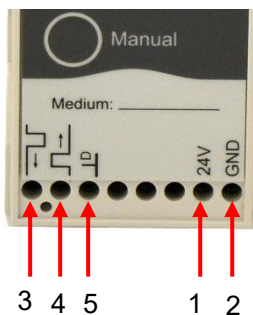

Abbildung 1
16. Schrauben Sie jedes Kabel an die Klemmanschlüsse der FlowClip. Orientieren Sie sich an Abbildung 1.